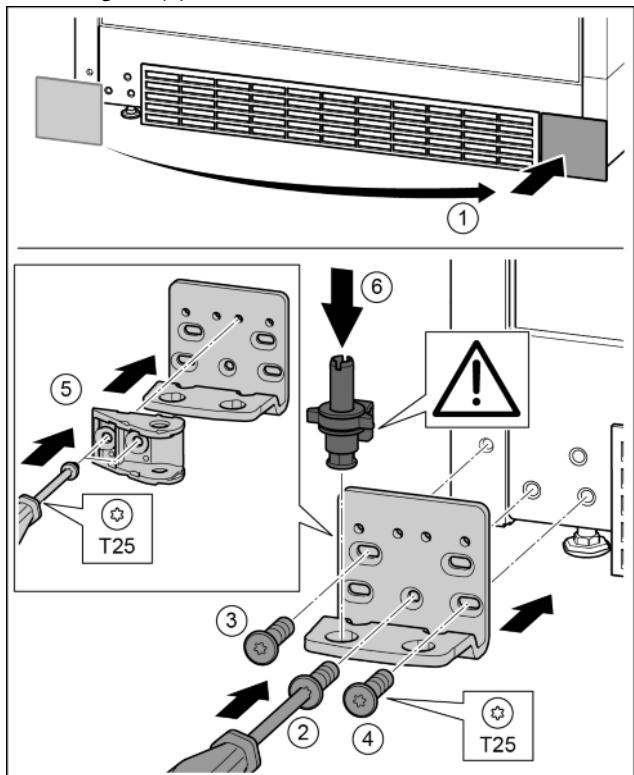

Fig. 31
- Снять крышку и поставить с другой стороны. Fig. 31 (1)
- Установить опорный кронштейн с другой стороны и прикрутить с помощью отвертки T25. Начинать с винта 2 в центре. Fig. 31 (2)
- Затянуть винты 3 и 4. Fig. 31 (3, 4)
- Повернуть соединительный элемент амортизатора закрывания дверей на 180°. Прикрутить с другой стороны опорного кронштейна с помощью отвертки T25. Fig. 31 (5)
- Снова установить опорный палец в сборе. При этом следить за тем, чтобы выступ фиксатора был направлен назад. Fig. 31 (6)